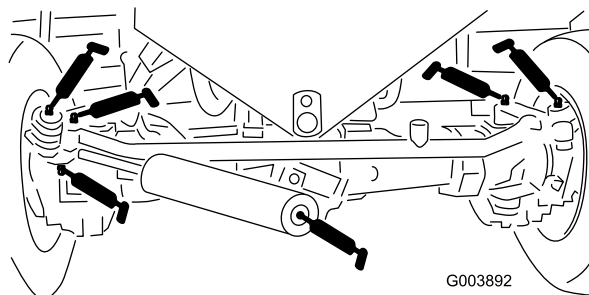

Figura 45
- 2 puntos en el tirante del eje trasero (Figura 45)
- 2 puntos en las articulaciones esféricas del cilindro de dirección (Figura 45)
- 2 puntos en los pivotes de dirección del eje (Figura 45)
- 2 puntos en el pivote del eje trasero (Figura 45)